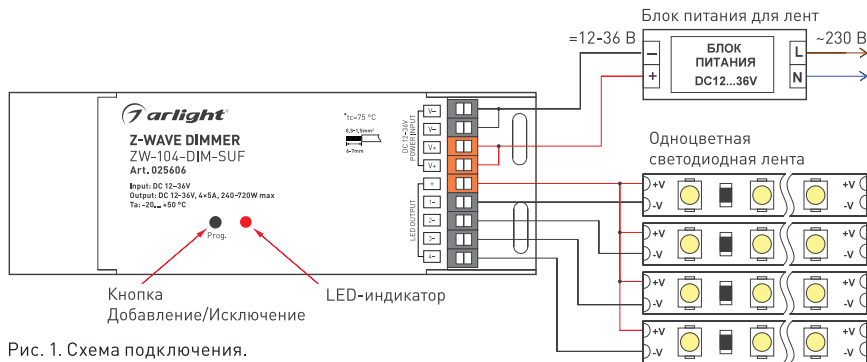

Рис. 1. Схема подключения.
- 3.3. Подключите светодиодную ленту или другой совместимый светодиодный источник света к выходу **LED OUTPUT** диммера, соблюдая полярность и порядок подключения проводов (Рисунок 1).